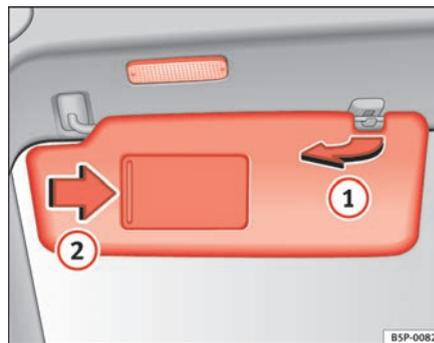

Fig. 83 Pala de sol do lado do condutor
As palas de sol do condutor e do passageiro podem ser desencaixadas dos seus suportes no centro do veículo e viradas para o lado da janela ⇒ fig. 83 ①.